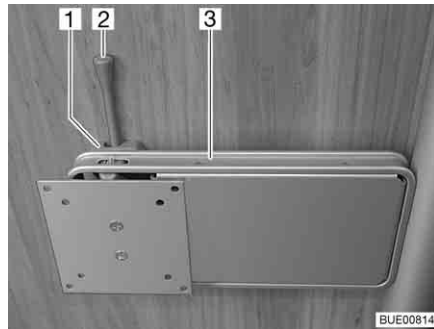

Fig. 52 Supporto su colonna
- Spingere di lato la leva di sbloccaggio (Fig. 52,2) e ruotare il supporto (Fig. 52,3) con lo schermo piatto nella posizione desiderata.
- Riportare indietro lo schermo piatto finché il supporto (Fig. 52,3) non si innesta nel bloccaggio (Fig. 52,1).